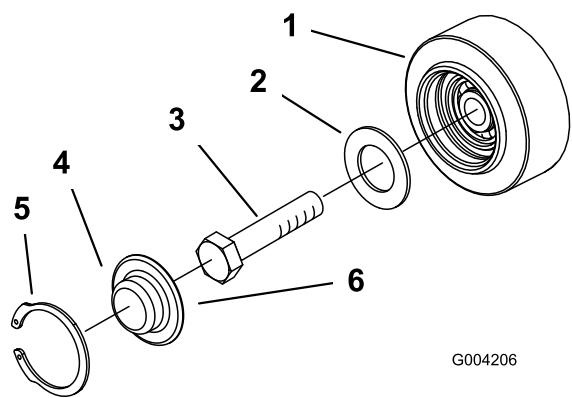

Bild 51
| 3. Nehmen Sie den Sprengring und die Kappe vom Straßenrad ab (Bild 51). | |
4. Prüfen Sie das Schmiermittel unter der Kappe und um die Dichtung (Bild 51). Wenn es schmutzig, körnig oder verbraucht ist, entfernen Sie das gesamte Schmiermittel, wechseln Sie die Dichtung aus und fügen Sie neues Schmiermittel hinzu.